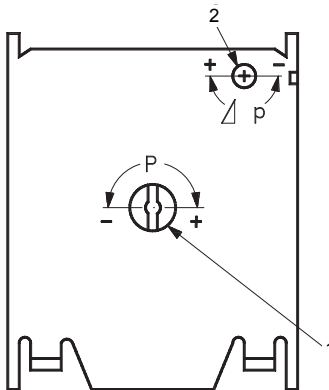

Рис. 6
A = число полных оборотов винта регулировки давления отключения (поз. 1), рис. 6.
3. Определить по точке пересечения с линией значений числа оборотов, сколько раз надо повернуть винт регулировки перепада давления (поз. 2), рис. 6.